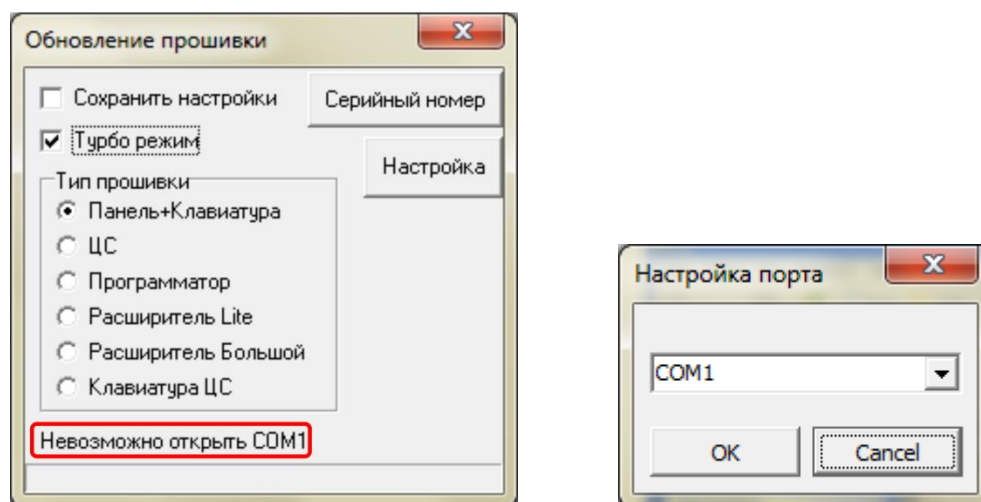

Рисунок 1.3.
5. Для выбора соответствующего COM-порта необходимо нажать кнопку «Настройка» и из выпадающего списка выбрать нужный COM-порт. Если COM-порт занят, появится соответствующая надпись «Невозможно открыть COM #». Если COM-порт не занят, то мы увидим надпись «COM-порт открыт» (рисунок 1.3.)